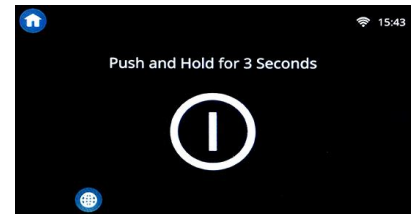

Abbildung 2
1. Drücken Sie die Taste , um die Fritteuse auszuschalten (siehe Abbildung 2) und setzen Sie die Frittierbehälterabdeckungen auf.
Diese Fritteuse ist mit Touchscreen-Bedienelementen ausgestattet (siehe Abbildung 2). Informationen zur Programmierung und Bedienung des Bedienfelds finden Sie in der Bedienungsanleitung für das Bedienfeld.